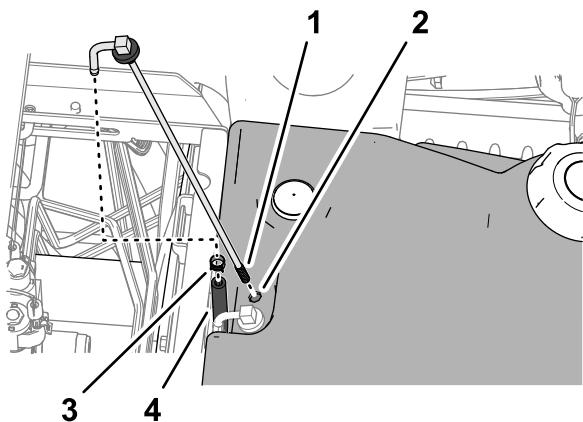

Figure 132
- Retirez le collier qui fixe la durite au tube d'admission de carburant (Figure 132).
- Nettoyez la crépine au bout du tube d'admission de carburant (Figure 132).